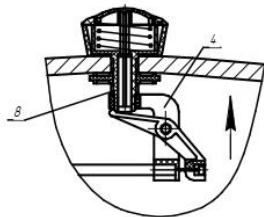

Рис. 10
- 5.1. Монтаж вести в последовательности согласно рис.1-рис.10